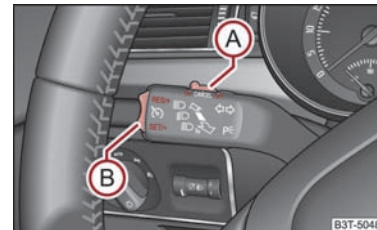

Abb. 138 Bedienungshebel: Wippe und Schalter der Geschwindigkeitsregelanlage
Bedient wird die Geschwindigkeitsregelanlage mit dem Schalter **(A)** ⇒ Abb. 138 und der Wippe **(B)** im linken Hebel des Multifunktionsschalters.
- Die gespeicherte Geschwindigkeit können Sie ohne Betätigung des Gaspedals durch Drücken der Wippe **(B)** ⇒ Abb. 138 in die Position **RES erhöhen**.
Die **Wiederaufnahme** der gespeicherten Geschwindigkeit erfolgt nach Loslassen des Brems- oder Kupplungspedals, bei Fahrzeugen mit automatischem Getriebe nur nach Loslassen des Bremspedals, und nach kurzem Drücken der Wippe **(B)** ⇒ Abb. 138 in die Position **RES**.
- Drücken Sie den Schalter **(A)** ⇒ Abb. 138 nach rechts in die Stellung **OFF**.